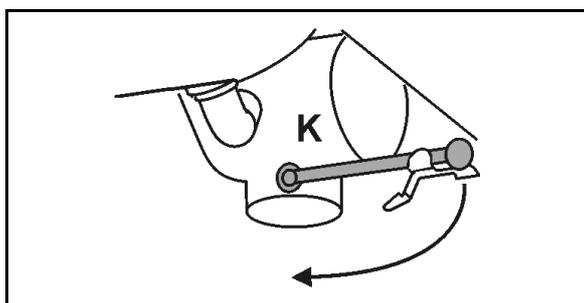

Рис. 94
5. При необходимости слейте остаточное количество раствора через сливной кран (Рис. 94/К) на поле.